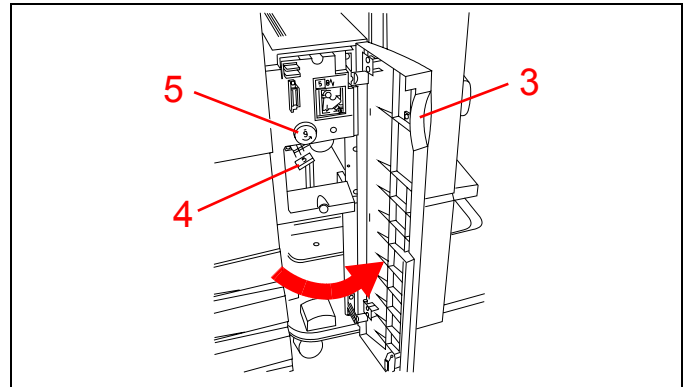

Figura 16
3. Se o atolamento estiver atrás da porta dianteira esquerda, consulte a Figura 16. Puxe a porta esquerda para abri-la.